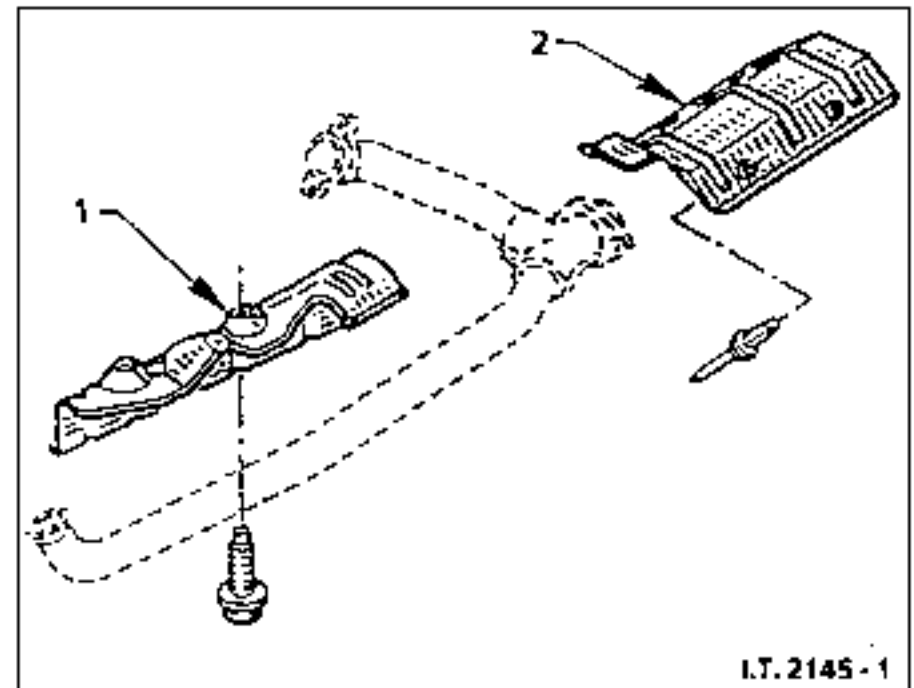

Fig. 1
- Déposer les 2 écrans (1) (2) (Fig. 1).